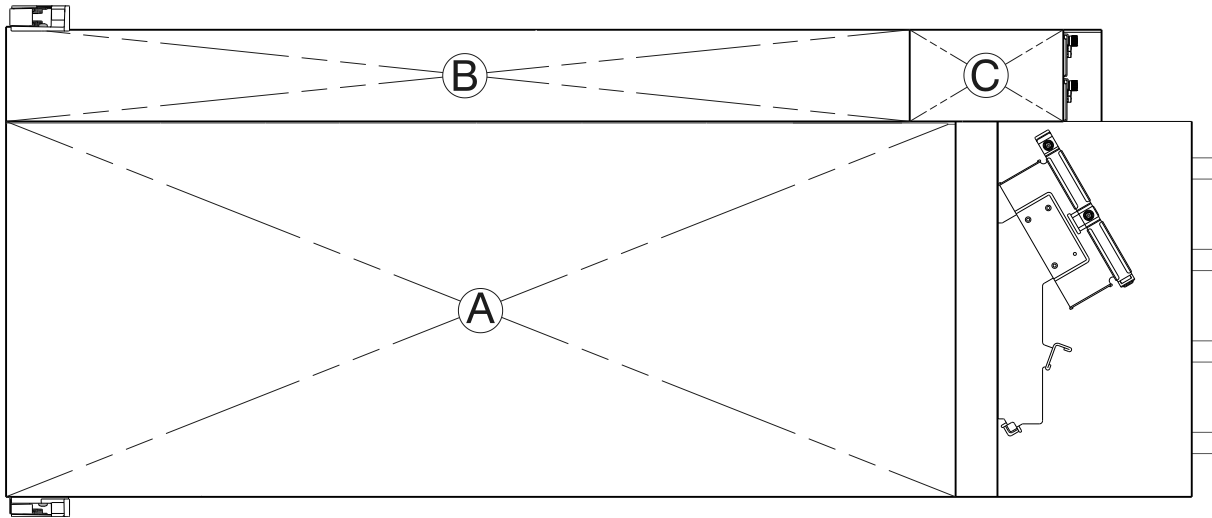

Figura 9. Alojamiento de expansión Modelo 106 – panel superior con cubiertas instaladas
El panel superior del alojamiento tiene tres cubiertas diferentes, dos de las cuales se pueden extraer para proporcionar acceso a los componentes internos. En la ilustración, las cubiertas están etiquetados como A/B/C (vea los comentarios siguientes y Figura 9 en la página 13).
La Figura 9 muestra una vista superior del alojamiento con las cubiertas retiradas. La ilustración está orientada de manera que la parte frontal del alojamiento está a la izquierda y la parte posterior del alojamiento está a la derecha. El alojamiento aparece tal como lo haría si se observara que en un entorno de trabajo. Para una mayor claridad, se omiten el kit de rieles y la mayoría de la geometría del brazo portacables.
**Nota:** Las tapas de los alojamientos del panel superior A y B se deslizan y se pueden extraer temporalmente si hay que realizar algún servicio. Consulte la Figura 9 en la página 13.